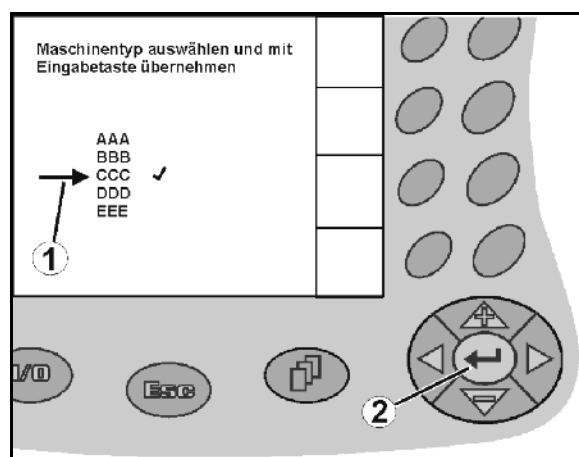

Fig. 16
1. Posizionare la freccia di selezione (Fig. 16/1) con  e .
2.  Applicare la selezione (Fig. 16/2).